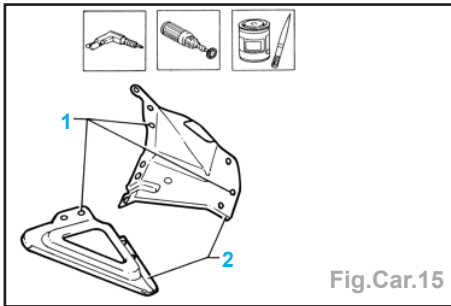

Fig.Car.15
- Percer des trous équidistants aux endroits indiqués (1) (Fig.Car.15).